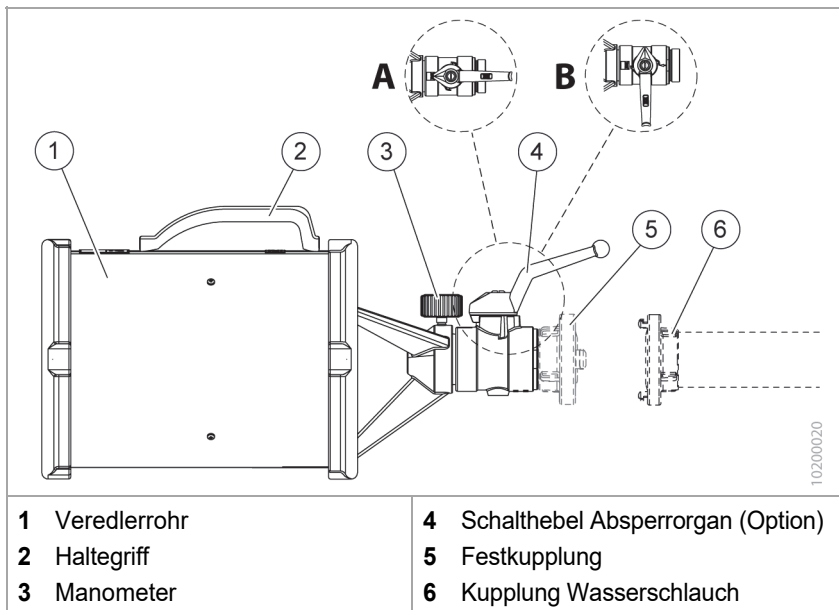

Fig. 2 Handhabung
- ✓ Ist ein Absperrorgan mit Schalthebel vorhanden, muss der Schalthebel geschlossen sein (Fig. 2/B).
1. Die Kupplung des Wasserschlauchs (Fig. 2/6) mit der Hand oder einem Kupplungsschlüssel an die Kupplung am Schaumrohr (Fig. 2/5) anschließen.
2. Das Veredlerrohr (Fig. 2/1) auf den Brandherd ausrichten.
3. Das Veredlerrohr (Fig. 2/1) auf den Brandherd ausrichten.
4. Das Schaumrohr durch Drehen des Schalthebels (Fig. 2/4) längs zur Durchflussrichtung des Wassers (Fig. 2/A) öffnen.
5. Den Schalthebel (Fig. 2/4) quer zur Durchflussrichtung des Wassers (Fig. 2/B) schließen.
5. Die Wasserzufuhr schließen und die Kupplung des Wasser-schlauchs (Fig. 2/6) mit der Hand oder einem Kupplungsschlüssel von der Festkupplung (Fig. 2/5) am Schaumrohr lösen.